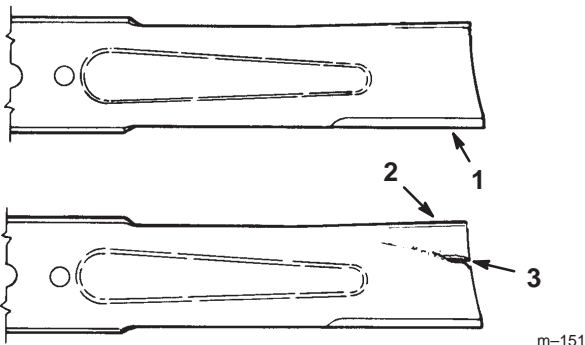

Figure 27
1. Inspectez les tranchants des lames (Fig. 27). Si les lames ne sont pas tranchantes ou si elles présentent des indentations, déposez-les et aiguiser-les (voir Aiguisage des lames, page 30).
2. Inspectez les lames, surtout la partie incurvée (Fig. 27). Remplacez immédiatement toute lame endommagée, usée ou qui présente une entaille (repère 3 de la Fig. 27).